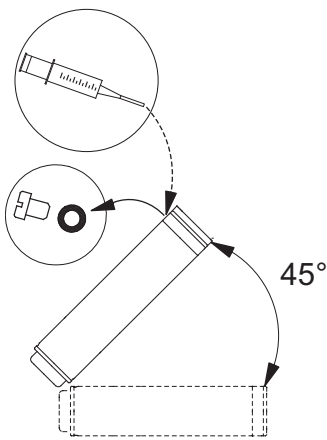

Fig. 3 Posição do motor durante o enchimento - MS 6000
- Se o motor for proveniente do armazém, verifique o nível do líquido do motor antes de instalar o motor na bomba. Consulte a fig. 3.
- Verifique o nível, em conjugação com a assistência técnica. Consulte a fig. 3.
1. Posicione a bomba submersível conforme ilustrado na fig. 3. O parafuso de enchimento deverá estar no ponto mais alto do motor.
3. Injecte líquido no motor com a seringa de enchimento até que o líquido saia pelo orifício de enchimento. Consulte a fig. 3.